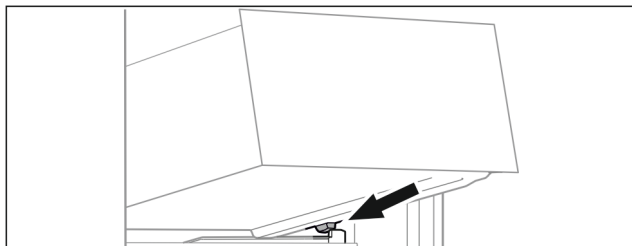

Fig. 99
- ▶ Наклоняя вниз, установите выдвижной ящик за стопоры на контейнерное ребро. (см. Fig. 99)